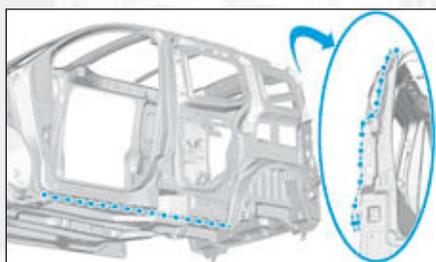

FIG. 182
• Préparer les zones d'accostage sur la caisse et les protéger par un apprêt soudable indice "C7" (Fig.182) et (Fig.183).